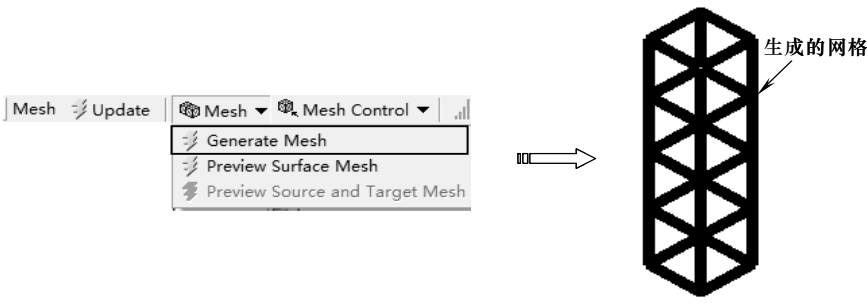

图 6-76 生成网格
3) 在【Outline (分析树)】中选择【Mesh】节点，单击【Mesh】工具栏上的【Mesh (网格)】|【Generate Mesh (生成网格)】命令，将弹出网格生成进度条，表明正在划分网格。当网格划分完成后，进度条自动消失，最终生成效果如图 6-76 所示。